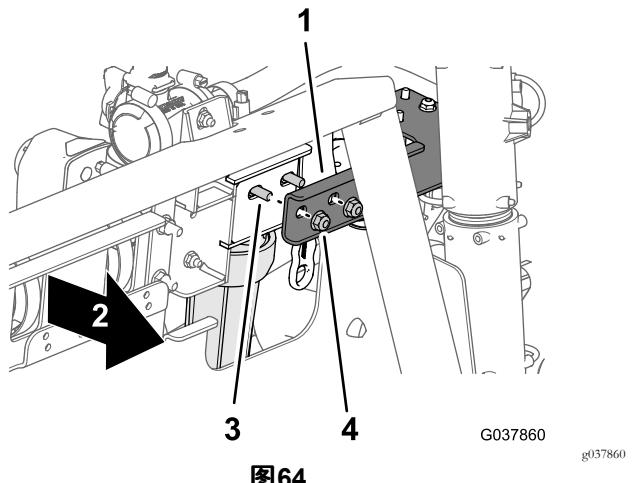

图64
5. 在歧管支架前侧将切断阀支架中的孔 图64 与 2 个螺栓 5/16 x 3-3/4 英寸对齐。
7. 使用在步骤 3 中卸下的 2 个凸缘锁紧螺母将切断阀支架组装到歧管支架上 图64 上紧螺母扭矩至 19782542N·m。